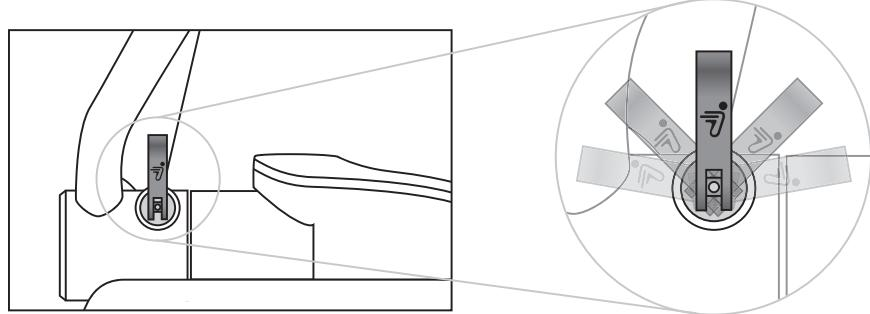

図 6. ツールレスリリースハンドルの位置を正す
6. 締付けた後、ツールレスリリースハンドルが図 6 に示す影の部分のどこかに位置していることを確認してください。